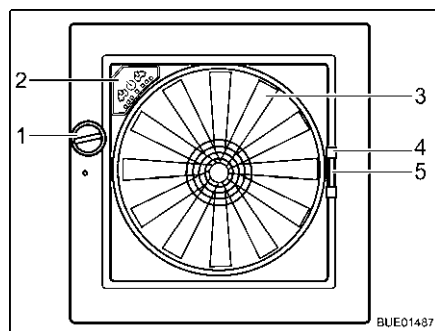

Fig. 116 Oblò Omni-Vent
- Ruotare la manopola (Fig. 116,1), finché non si raggiunge l'angolo di apertura desiderato.
- Ruotare la manopola (Fig. 116,1), finché l'oblò non è completamente chiuso.
- Tirare la zanzariera per l'impugnatura (Fig. 116,4) verso il lato opposto del telaio.
- Serrare la maniglia (Fig. 116,5) dell'oscurante.
- Ventilatore** Se l'oblò è aperto, la zona interna può essere sfiata con il ventilatore a 6 stadi (Fig. 116,3). Il ventilatore si controlla dal quadro di comando (Fig. 116,2).